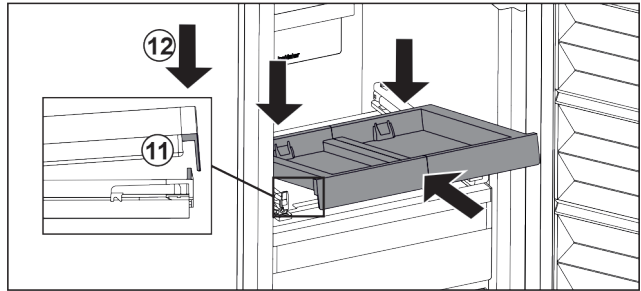

Fig. 32
- ▶ Вставьте, наклоняя вниз. Обратите внимание на то, чтобы на обеих сторонах упор был за накладкой. Fig. 32 (11)
- ▶ Снимите выдвижную панель спереди. Fig. 32 (12)